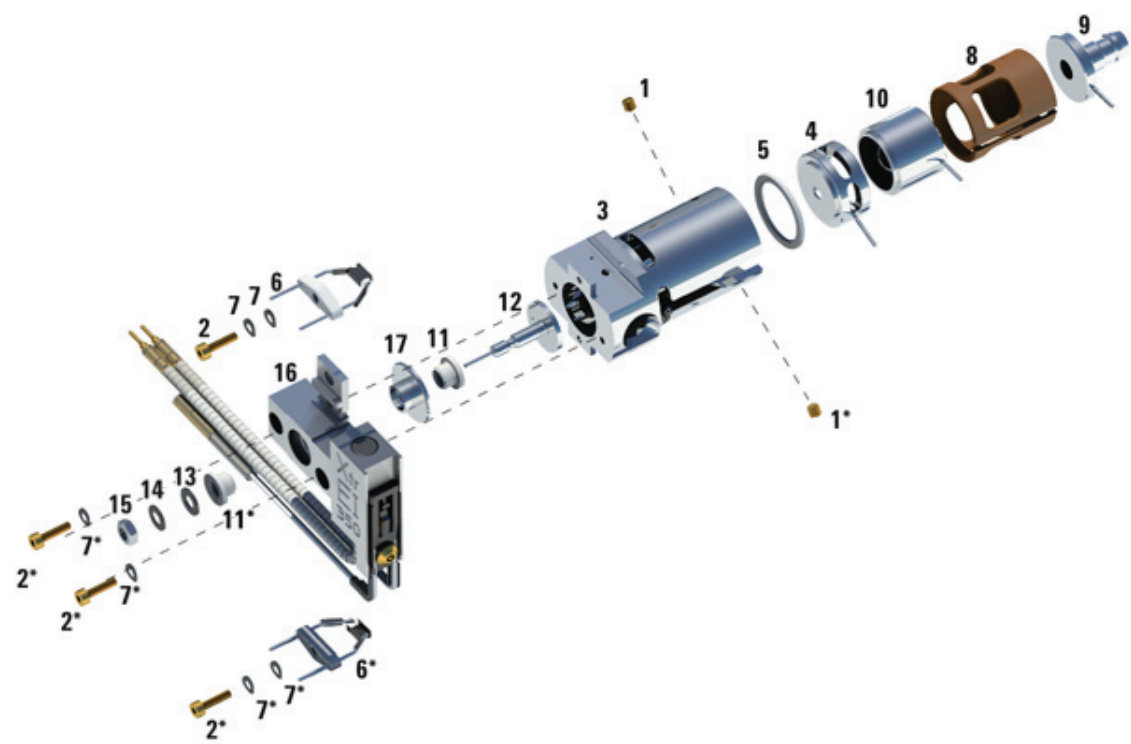

Figura 65. Montando a fonte EI XTR
Consulte a visão explodida das peças na **Figura 65** e a lista de peças EI XTR na **Tabela 26** na página 201, enquanto estiver usando este procedimento.
- 3 Insira a lente de entrada e a lente de enfoque iônico no isolante conforme a ordem mostrada abaixo (**Figura 65** na página 201).
Tabela 26 Lista de peças para a fonte EI XTR (Figura 65)
Tabela 26 Lista de peças para a fonte EI XTR (Figura 65) (continuação)